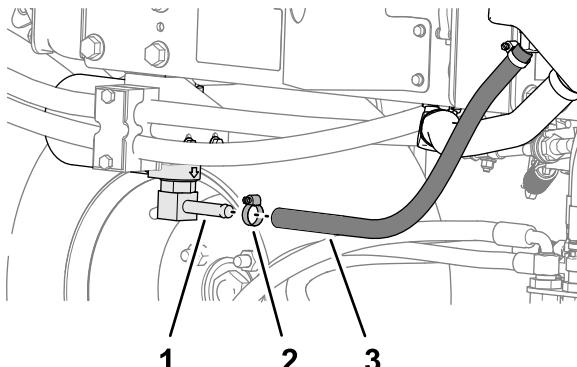

Bild 83
2. Klemmen Sie die Hydraulikölleitung ab (Bild 83) oder entfernen den Hydraulikölfilter (Bild 84) und lassen Sie das Hydrauliköl in ein Auffanggefäß ablaufen.